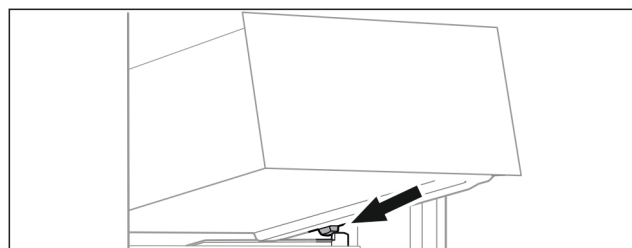

Fig. 67
- ▶ Założyć szufladę pod skosem za stoperami na zebro pojemnika. (patrz Fig. 67)